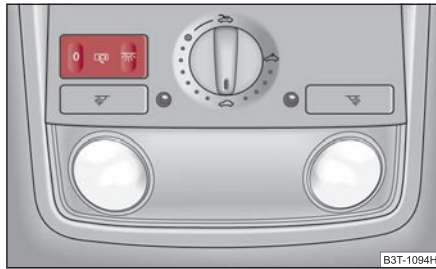
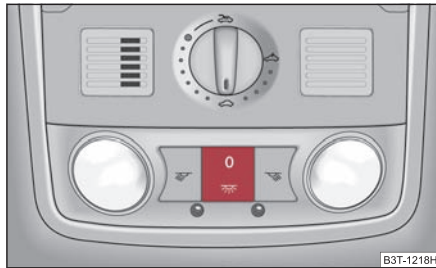

Fig. 62 Imagine din plafon:
Fig. 63 Imagine din plafon:
- Apăsați întrerupătorul pe simbolurile ⇒ fig. 62 sau ⇒ fig. 63.
- Aduceți întrerupătorul în poziție mijlocie. La autovehiculele fără supraveghere a interiorului\*, poziția din mijloc este marcată cu un simbol ⇒ fig. 62.